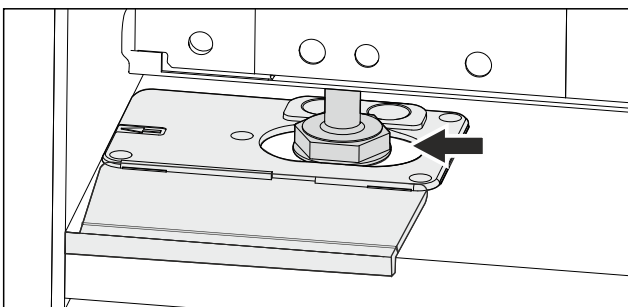

Fig. 51
- Nolīmeņojiet ierīci, izmantojot kājiņas. Fig. 51 ()